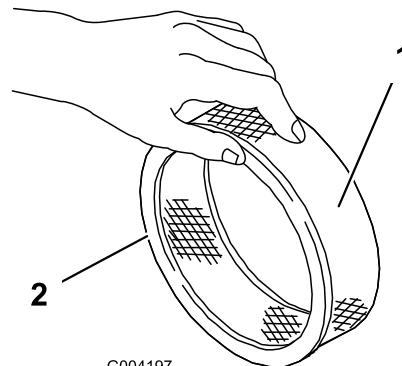

Bild 41
5. Untersuchen Sie den Papierfilter auf Risse, einen öligen Film und Schäden an der Gummidichtung (Bild 41).
1. Schieben Sie den Schaumvorfilter vorsichtig auf den Papierfilter (Bild 41).